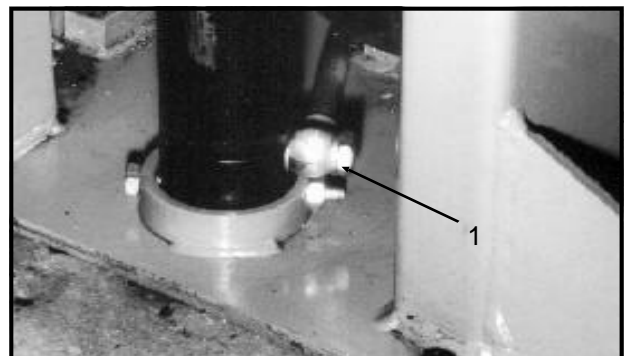

Fig.17
- nel caso dovesse verificarsi improvvisamente una grossa perdita nel circuito idraulico (es.: rottura di un tubo), in tal caso non le valvole di blocco poste nella parte inferiore dei cilindri (rif. 1 Fig. 17).
- In case of a sudden, great leakage in the hydraulic circuit (a broken pipe), the blocking valves, at the bottom of each cylinder, will trip (ref. 1, fig. 17).